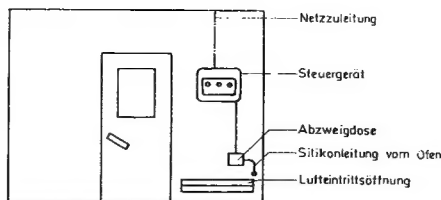

Abb. 5.1
Es bieten sich zwei Installationsmöglichkeiten an — siehe Abb. 5.1 und 5.2.
1. Installationsmöglichkeit nach Abb. 5.1
Die 5adrige Netzzuleitung wird wie aus Abb. 5.1 ersichtlich zum Steuergerät geführt und nach Schaltplan angeschlossen. Ein Schaltplan ist auf der Innenseite des Gerätedeckels aufgeklebt.